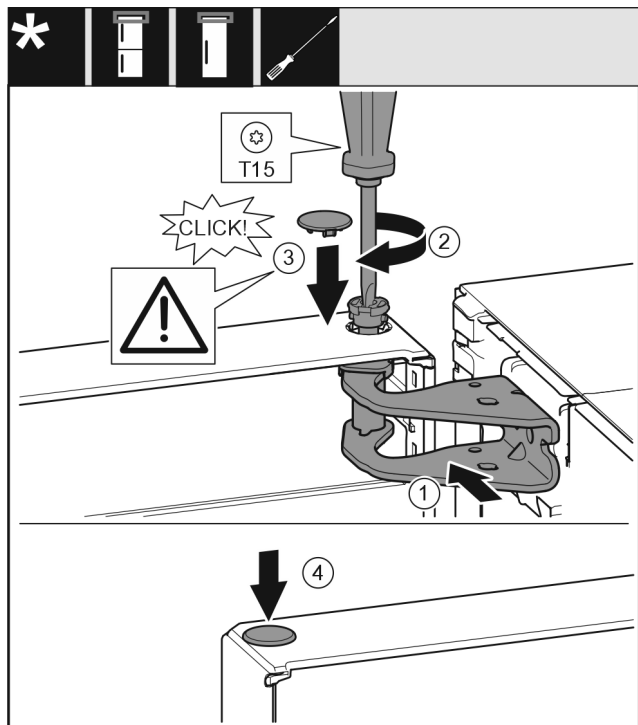

Fig. 17
- ▶ Dvere hore vyrovnajte s otvorom v ložiskovej konzole. Fig. 17 (1)
- ▶ Vložte čap a pevne ho priskrutkujte skrutkovačom T15. Fig. 17 (2)
- ▶ Namontujte poistný kryt pre poistku dverí: nasadte poistný kryt a skontrolujte, či prilieha ku dverám. Inak čap vložte úplne. Fig. 17 (3)
- ▶ Nasadte zátku. Fig. 17 (4)